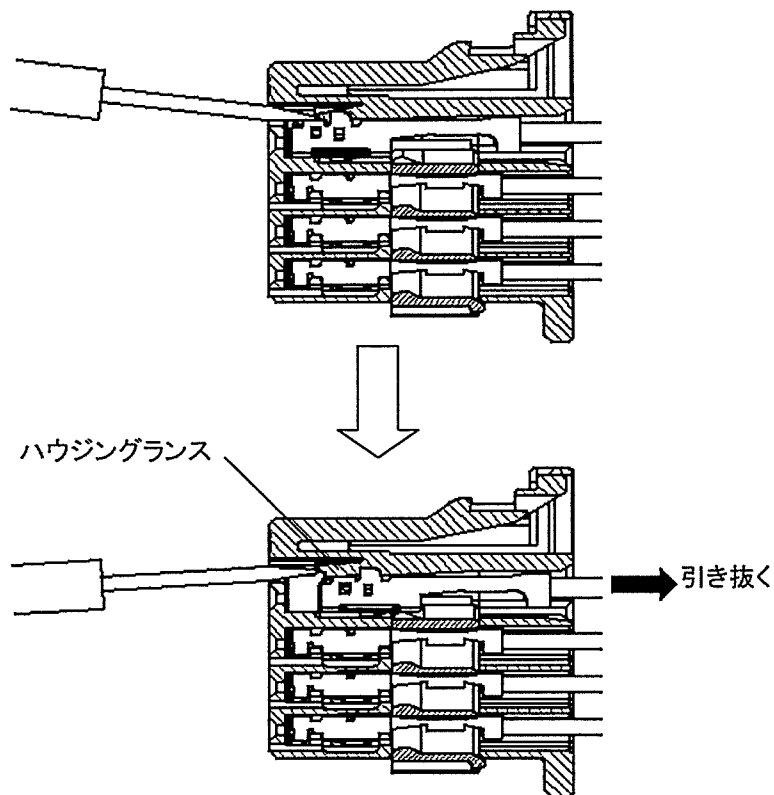

Fig. 13
(3) 040 端子の場合
- ①幅 1mm の精密ドライバーを所定の穴に挿入する。
- ②Fig. 13を参照し、ハウジングランスを解除しながら電線を引張り、端子を引抜いて下さい。